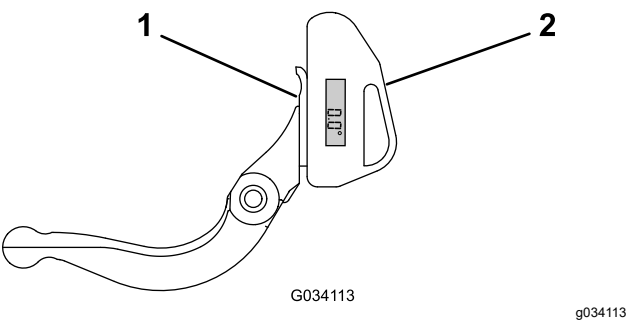

Figura 32
- 1. Coloque o indicador de ângulo no lado inferior da lâmina de corte, como se ilustra na Figura 32.